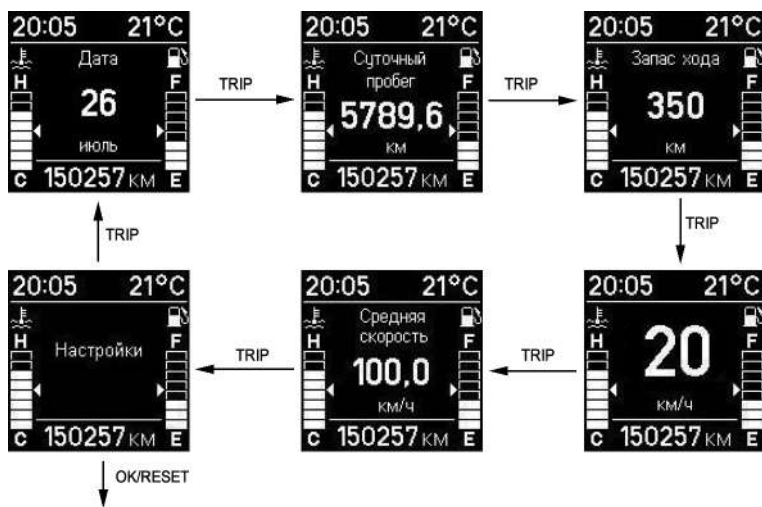

Рис. 3.8. Алгоритм управления индикацией на ЖК-дисплее
**Выбор функций бортового компьютера (рис. 3.8):**